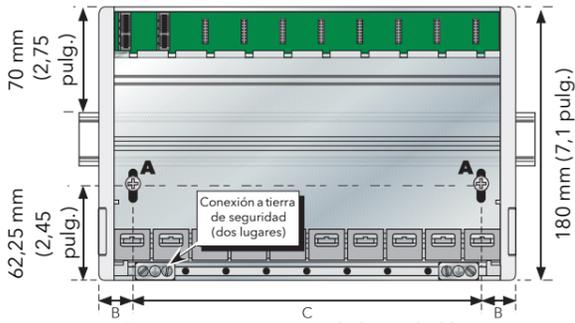

Figura 1 Dimensiones de la unidad base
- Utilice un destornillador Pozidriv apropiado para aflojar los tornillos ('A' en la figura 1) de la base y dejar que estos y sus clips de retención correspondientes caigan al fondo de la ranura del tornillo.
- Estale el instrumento en el extremo superior del raíl DIN y utilice el estornillador para deslizar los tornillos (A) y los clips correspondientes hacia arriba hasta el tope hacia la parte superior de las ranuras del tornillo.
- Sujete la base en horizontal sobre el panel y marque la posición de los dos orificios en el panel (para los centros, consulte la figura 1 anterior).